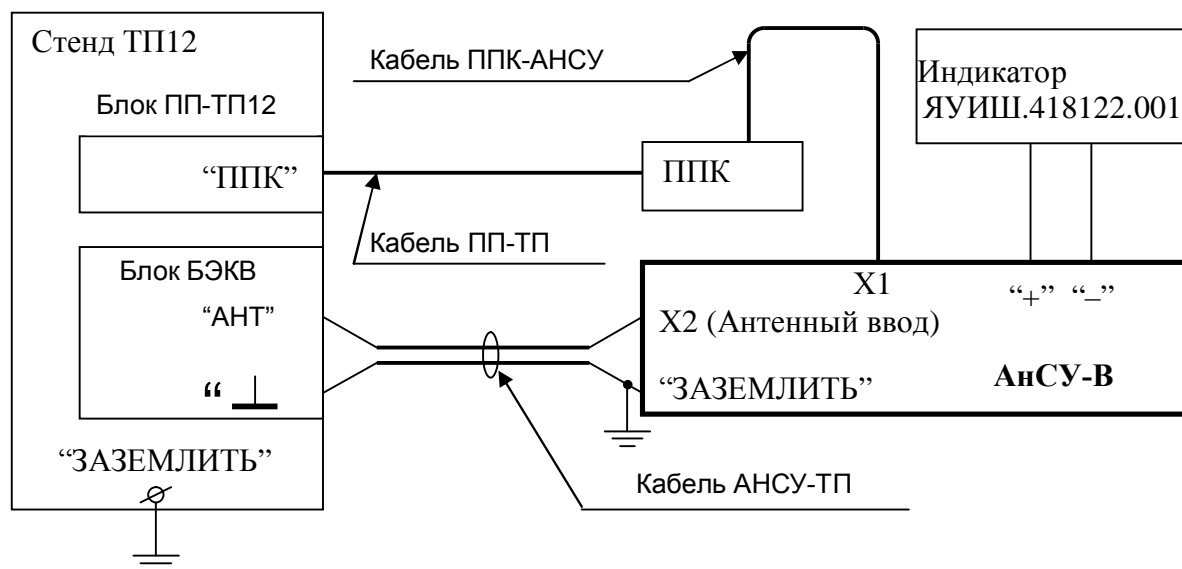

Рисунок 15.1 - Схема проверки блока АнСУ-В
3.3 Проверяемый блок АнСУ-В подключите к стенду ТП12 и исправному технологическому передатчику ППК, к блоку АнСУ-В подключите индикатор (см. рис.15.1).